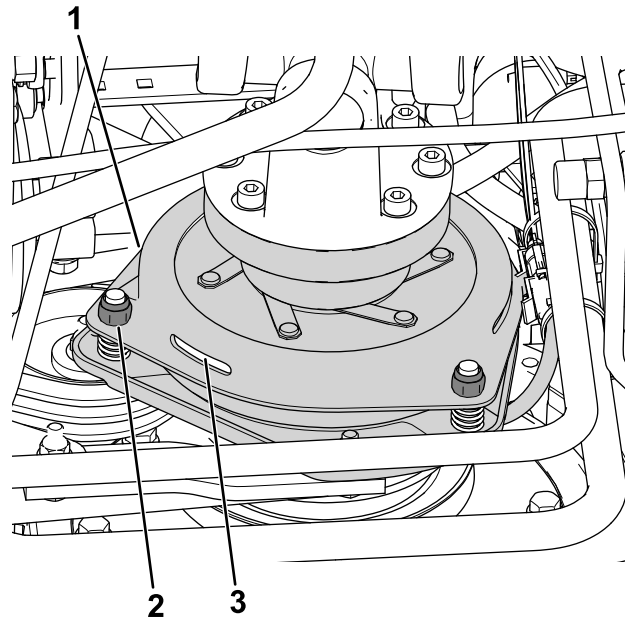

Figura 80
3. Reglați distanța astfel încât un set de lere de 0,3 mm să alunece între garnitura de ambreiaj și placa de fricțiune cu o presiune ușoară (Figura 80).
Notă: Puteți reduce distanța prin rotirea piulielor de reglare în sensul acelor de ceasornic (Figura 80). Distanța maximă de funcționare este de 0,6 mm. Reglați toate cele 3 distanțe la 0,4 mm.